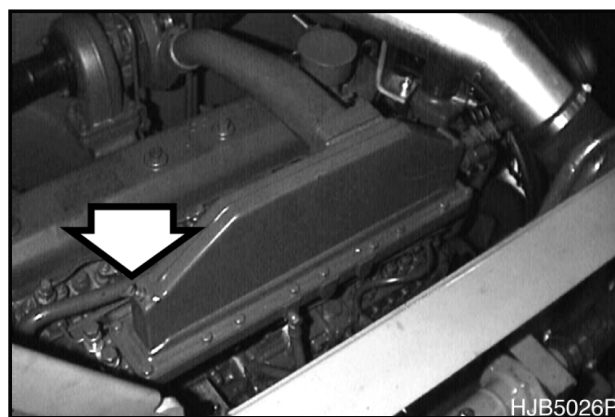

Рис. 72
3. Откройте вентиляционное отверстие (рис. 72) промежуточного охладителя.
ПРИМЕЧАНИЕ: При заполнении двигателя промывочным раствором открыть вентиляционное отверстие (рис. 72) промежуточного охладителя, чтобы выпустить воздух. При появлении охлаждающей жидкости закрыть отверстие.
ПРИМЕЧАНИЕ: При заполнении двигателя охлаждающей жидкостью открыть вентиляционное отверстие (рис. 72) промежуточного охладителя, чтобы выпустить воздух. При появлении охлаждающей жидкости закрыть отверстие.